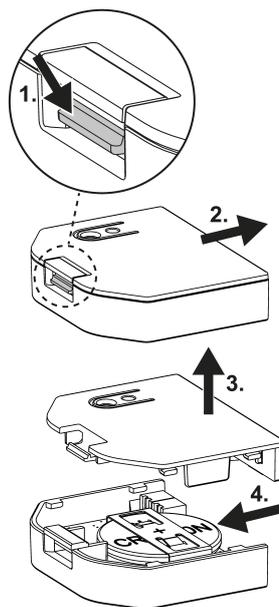

рисунок 7: Установка аккумулятора
- Нажмите на фиксатор и откройте корпус, сдвинув его (см. рисунок 7).